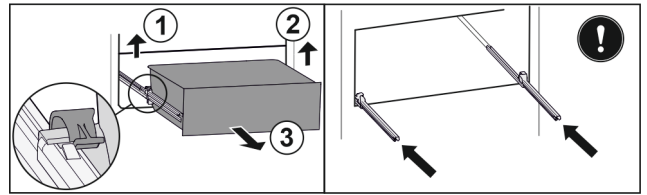

Fig. 89
- Linker klem optillen en gelijktijdig lade links naar voren trekken. Fig. 89 (1)
- Rechter klem optillen en gelijktijdig lade rechts naar voren trekken. Fig. 89 (2)
- Lade naar voren toe verwijderen. Fig. 89 (3)